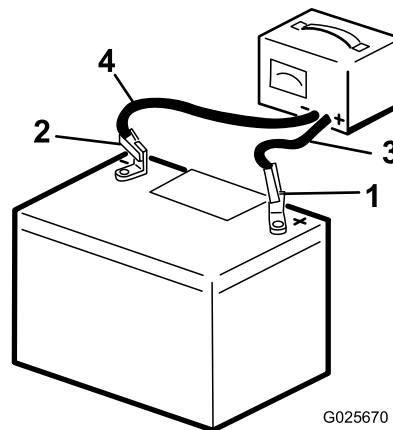

Рисунок 32
1. Заряжайте аккумулятор в течение 10-15 минут током 25-30 Ампер, или 30 минут током 4-6 Ампер (Рисунок 32).
2. После полной зарядки аккумулятора отсоедините зарядное устройство от электророзетки и штырей аккумулятора (Рисунок 32).